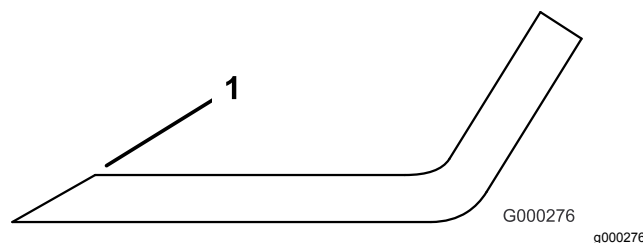

Figura 116
3. Esaminate l'affilatura di tutte le lame e affilate se risultano smussate o scheggiate (Figura 116).
Nota: Affilate soltanto la parte superiore del tagliente e mantenete l'angolo di taglio originale per garantire l'affilatura (Figura 116). La lama resta bilanciata soltanto se viene rimossa una quantità uguale di metallo da entrambi i taglienti.